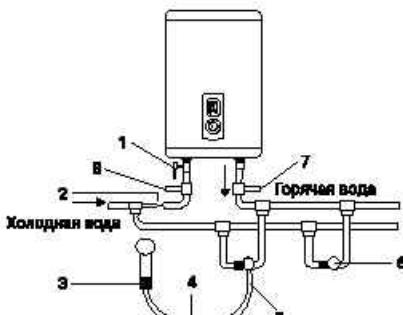

Рис. 5
1. Установка водонагревателей серий ZWH/S Azuro существенно облегчается возможностью установить их как вертикально, так и горизонтально в любом месте вашего дома, в отапливаемом (!) помещении. Желательно установить водонагреватель как можно ближе к месту использования горячей воды, поскольку чем меньше длина труб, тем меньше потери тепла. Как показано на рис. 5а, при горизонтальной установке водонагревателя трубы подводки должны быть расположены справа. При установке водонагревателя рядом со стеной, оставьте рекомендованное свободное пространство для технического обслуживания. Не устанавливайте водонагреватель на горизонтальной поверхности и вплотную к полу.
Во избежание протечек при подключении трубопровода на концы резьбовых соединений следует установить комплектные резиновые уплотнительные прокладки. Если необходимо реализовать систему водоснабжения на несколько водоразборных точек, используйте способ соединения (см. рис. 5).
Рис. 5а